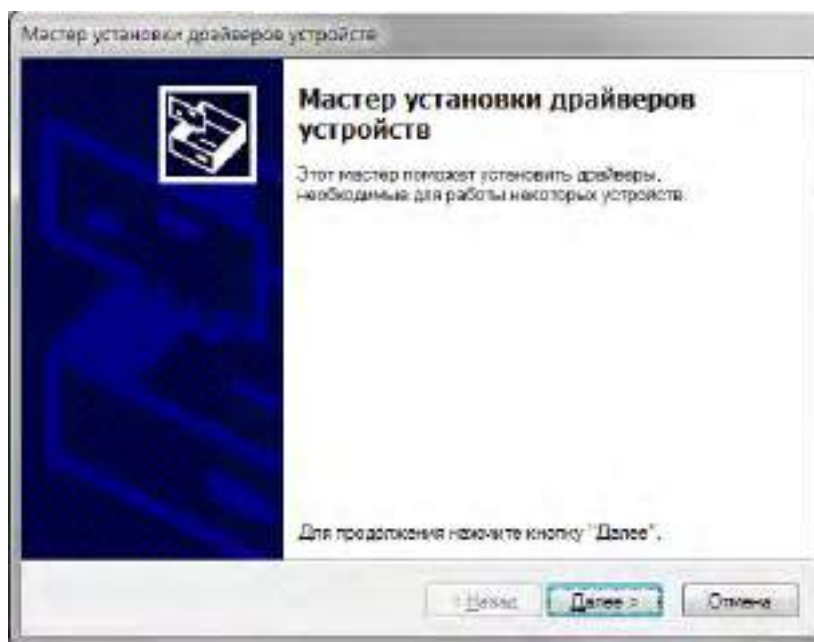

Рисунок 13 – Окно «Мастер установки драйверов устройств»
3.4.2 В появившемся окне «Мастер установки драйверов устройств» (рисунок 13) требуется нажать «Далее».